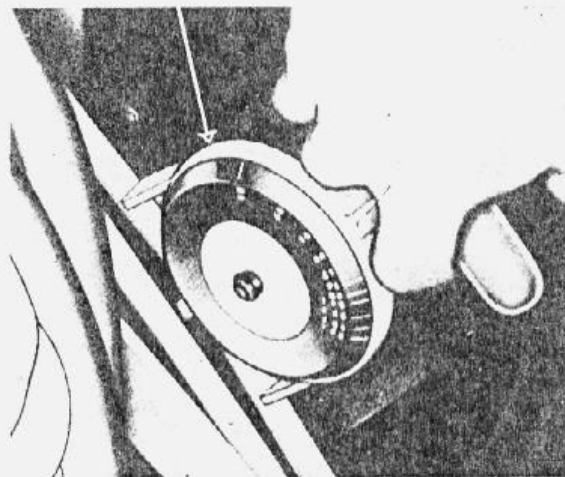

fig. 2 - ferramenta para o ajuste da tensão da correia
Efeituando-se um ajuste correto da correia, o ruído será reduzido ao mínimo e a vida útil da correia será aumentada. É recomendado o uso de um aparelho especial (fig. 2) para verificação e ajuste da tensão da correia.
1. Instalar a ferramenta de ajuste da tensão da correia (fig. 2) e verificar a tensão da correia seguindo as instruções fornecidas pelo fabricante da ferramenta.